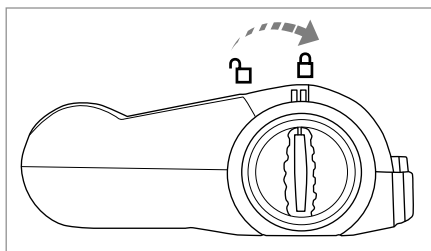

Fig. 9
- 5) Inserte el rodillo de cepillos 16 en la boquilla para suelos 15 y gire el desencastre del rodillo de cepillos 17 hacia el símbolo  (cerrado) (fig. 9).